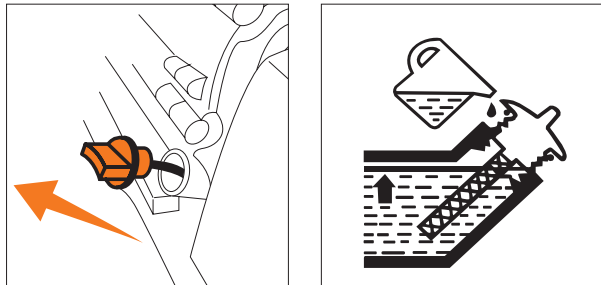

Рис. 15
- Отверните крышку маслосливной горловины (Рис. 15) из картера двигателя, достаньте щуп.
- Если уровень масла меньше нижней линии (L) на щупе, долейте масло до верхней линии (H) в картер двигателя через маслосливную горловину.